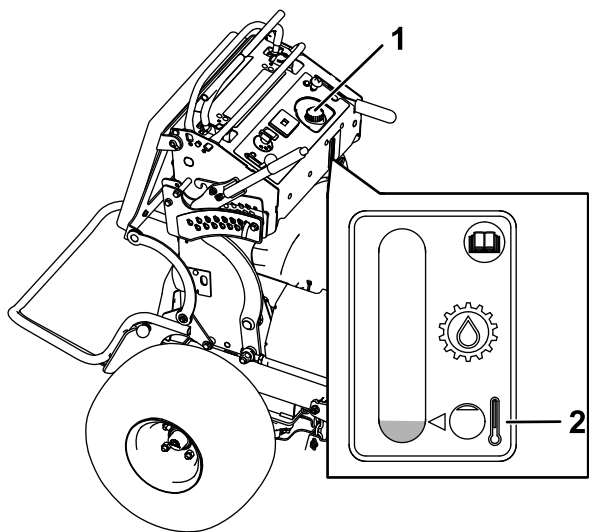

Рисунок 77
4. Очистите зону вокруг крышки и заливной горловины гидравлического бака (Рисунок 77).
5. Снимите крышку с заливной горловины (Рисунок 77).